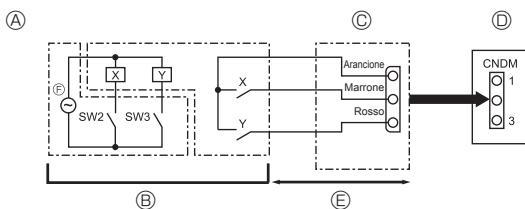

Fig. 9-2
9.2. Funzione a richiesta (modifica in loco) (Fig. 9-2) (solo per condizionatori d'aria)